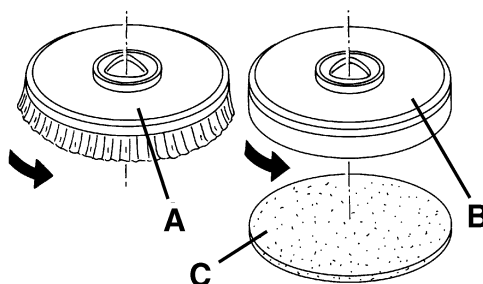

Figure 2
1. Sur la machine, et la brosse (A, Fig. 2) et le plateau support disque (B) avec disque (C) peuvent être installés, en fonction du traitement à effectuer sur le sol.
2. (Seulement pour **RAZOR 20T**): introduire la clé de contact (80) et la tourner en position "0".